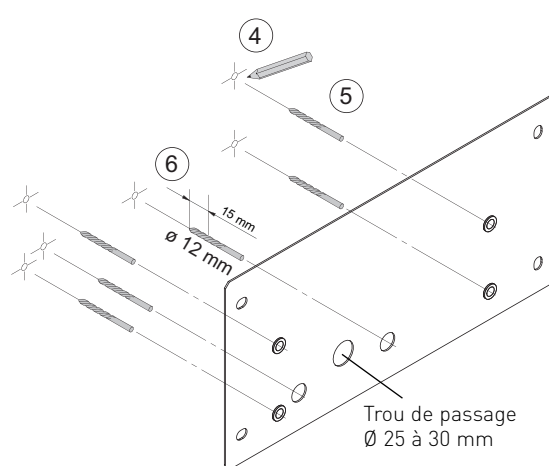

Fig. 17 Marquer et percer des trous sur le côté du boîtier
4. Marquer 6 trous de perçage sur la surface extérieure du boîtier de commande – fig. 17.